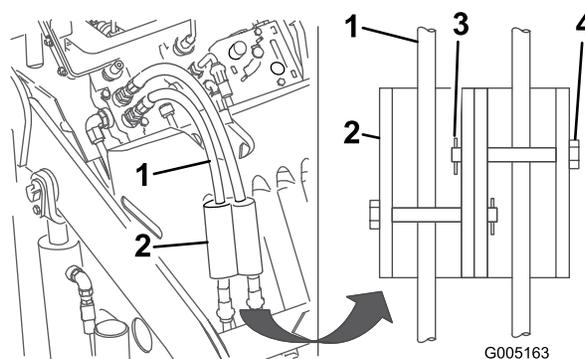

Рисунок 21
7. Поместите замки гидроцилиндров на шланги и закрепите их штифтами с головкой и шплинтами (Рисунок 21).